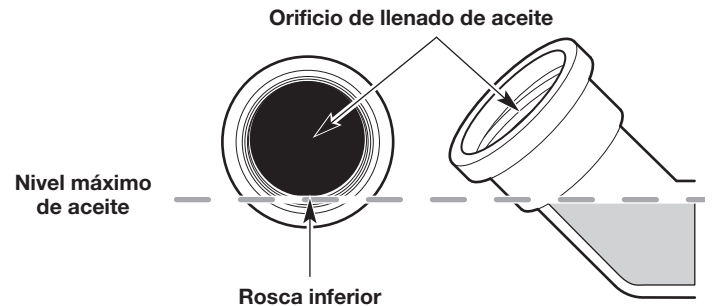

Fig. 34
5. Observe el interior del orificio de llenado de aceite; use una linterna si es necesario. **El nivel de aceite sólo debe tocar la rosca inferior del orificio de llenado de aceite** (Fig. 34).